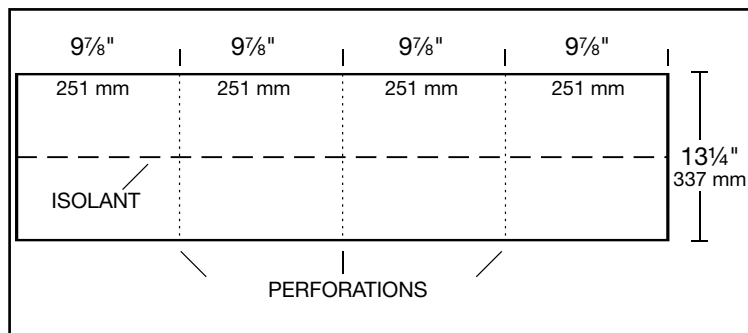

Figure 17 – Bardeau d'arête et de faitage 10 poRidgeFlex®
**Préparer la pose en séparant chaque bardeau de faitage et d'arête au niveau des perforations :** Les bardeaux RidgeFlex® 10 po permettent d'obtenir quatre (4) bandes distinctes de faitages et d'arêtes (Voir la figure 17), et le bardeau RidgeFlex® 12 po permet d'en obtenir trois (3) (Voir la figure 18). Repérez les bandes isolantes.